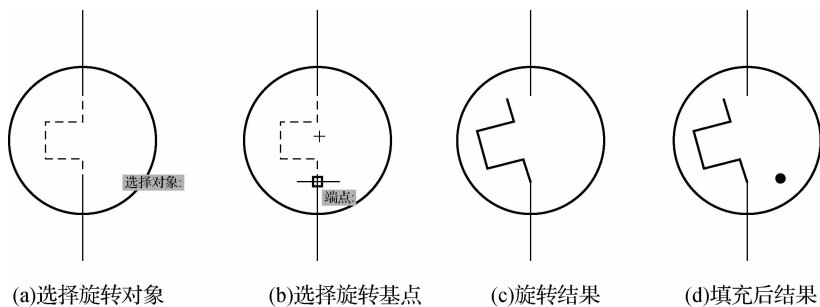

图 3-36 放电管荧光灯起动机
找到 5 个 // 选择图 3-36(a) 所示 5 个对象。
指定基点: // 选择图 3-36(b) 所示基点。
- (10) 执行“图案填充”命令, 然后在对话框中按如下步骤执行操作, 完成如图 3-36(d) 所示放电管荧光灯起动机符号的绘制。